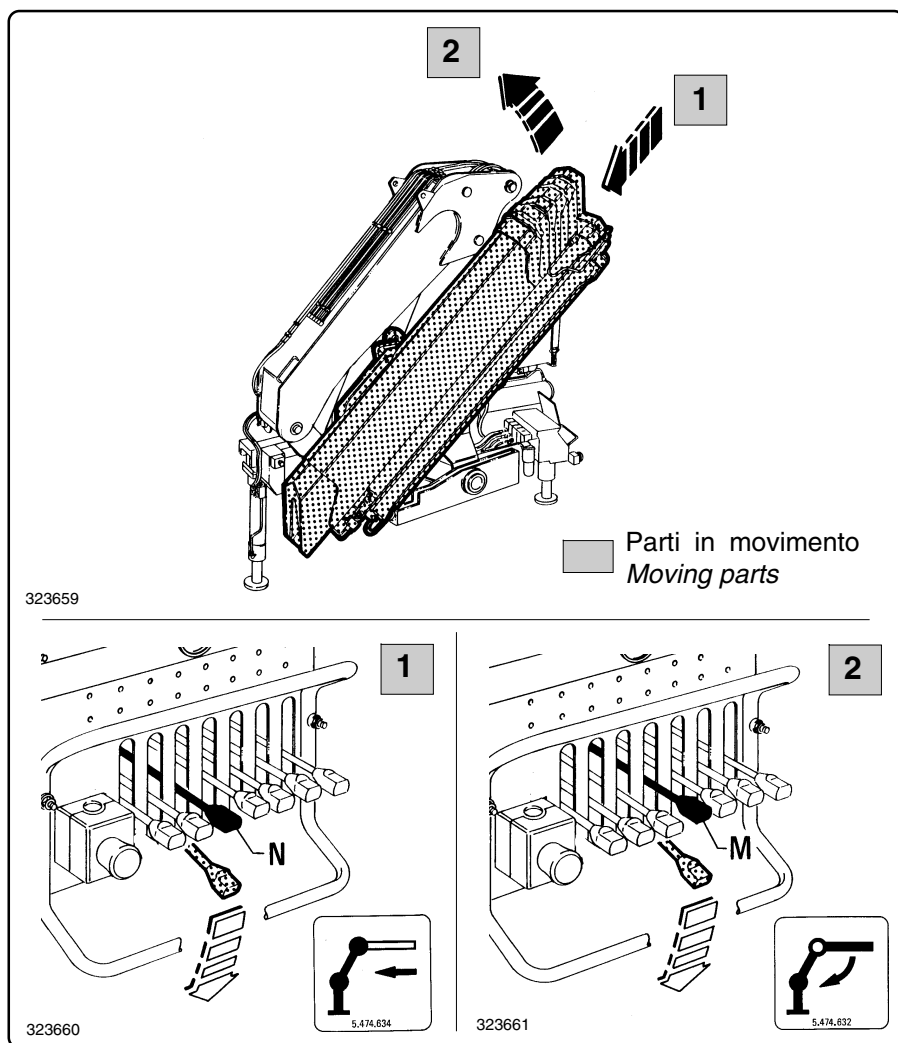

fig. 6.8.3
**1** Per i modelli con i bracci normali azionare verso il basso il comando del martinetto sfilo bracci, in rientro a fine corsa, agendo sulla leva "N". Vedi fig. 6.8.3.
Per i modelli versione LC azionare verso il basso il comando del martinetto sfilo bracci, in rientro per un tratto di 20-25 cm, agendo sulla leva "N". Vedi fig. 6.8.3.
**1** *On models with standard booms, activate the boom extension cylinder down to close it completely, acting on the lever "N". See fig. 6.8.3.*
*On versions LC activate the boom extension cylinder control down to close it for 20-25 cm, acting on the lever "N". See fig. 6.8.3.*
- 2** Azionare il comando del martinetto mensola in chiusura a fine corsa, agendo sulla leva "M" del distributore (fig. 6.8.3).
- 2** *Close completely the main boom cylinder, acting on the lever "M" of the control valve block (fig. 6.8.3).*